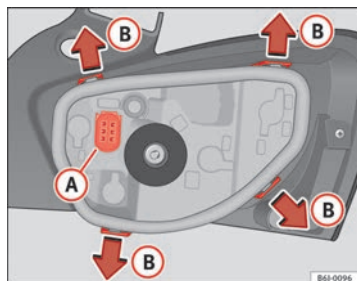

Fig. 162 Cambio lámparas luces posteriores
- Retire el portalámparas, separándolo de la carcasa. Presione para ello las pestañas **B** en el sentido de las flechas ⇒ fig. 162.